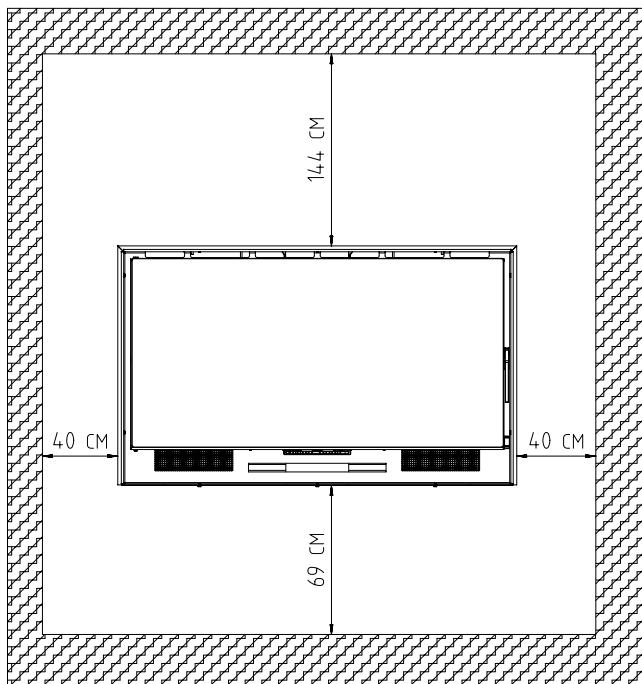

FIG. 14 - distâncias de segurança
- Mantenha afastado qualquer material combustível (móvels, cortinas, roupa, etc.), a uma distância mínima de segurança de 0,90 m. As distâncias mínimas de segurança de acordo com as recomendações feitas pelo órgão oficial, de acordo com a norma UNE-EN 13229: 2001 pode ser encontrada na Fig. 14 .